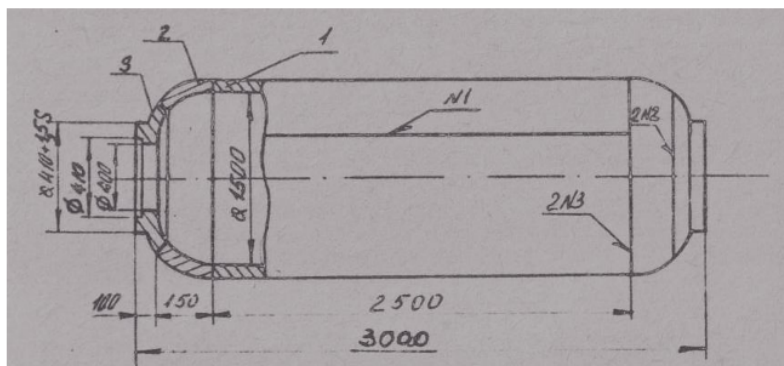

Рисунок 2 – Эскиз сосуда высокого давления
2. Производство крупносерийное, годовой объем выпуска 800 шт. при двухсменной работе участка (Приложение 1, рисунок 2)